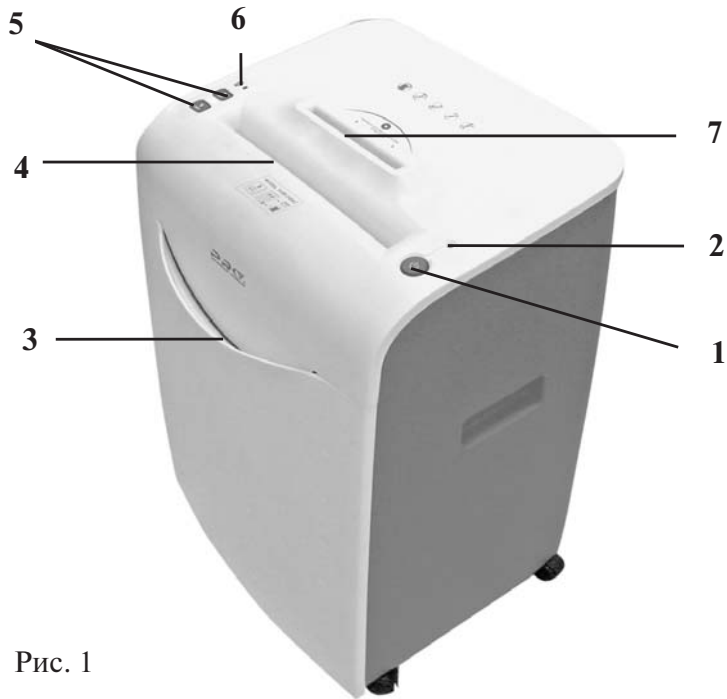

Рис. 1
1. Когда корзина полностью заполнена обрезками бумаги, вытащите корзину по направлению к себе и встряхните ее. Не используйте уничтожитель с переполненной корзиной. При переполнении корзины загорается индикатор (Рис.1 п.6) и подается звуковой сигнал.
2. Включите уничтожитель с помощью выключателя питания Рис.1 п.1, при этом должен загореться индикатор питания Рис.1 п.2.
5. В случае застревания листов нажмите клавишу "REV" и удерживайте ее (Рис.1 п.5), двигатель начнет работать в обратном направлении, и бумага будет подаваться назад. Вытащите бумагу из приемного лотка и продолжите резку.